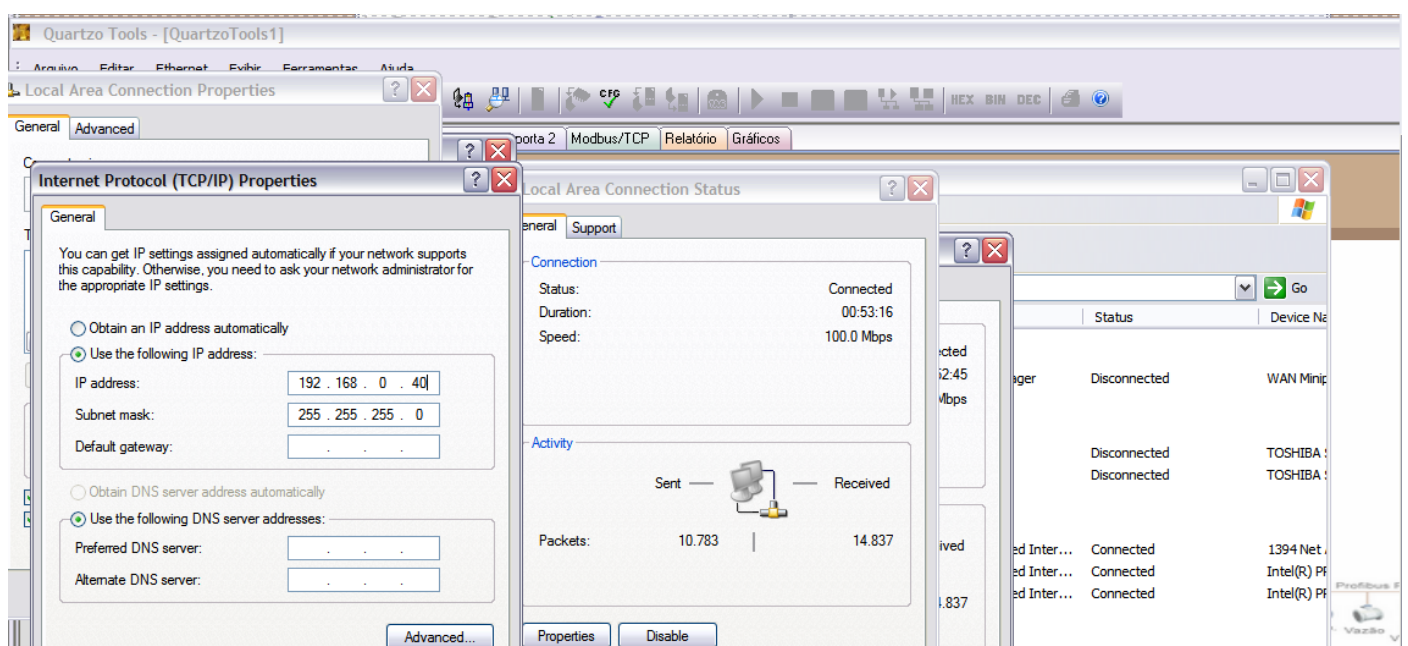

Figura 17 – Mudar o IP do micro (d)
4. Agora na aba Geral, selecione “Use o seguinte endereço IP” e escolha o endereço 192.168.0.X onde X deve ser diferente de 220 (porque este já é o do Quartzo FX), e também deve ser diferente de 0 e de 255 pois estes endereços são reservados. X deverá ser um valor entre 1 e 254. No exemplo é colocado o valor 40 (Figura 17).